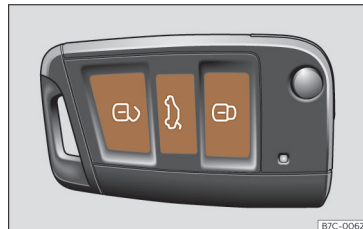

Fig. 69 Chave com comando à distância: botões.
- Trancar: pressione o botão »»» **Fig. 69.**